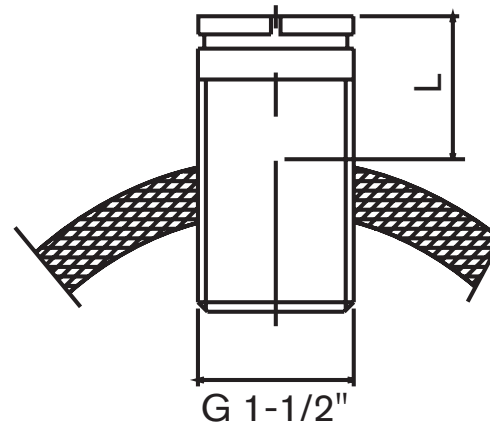

Fig. 2
- Enrosque el fitting de rosca en la tubería hasta alcanzar la longitud L (véase la Fig. 2, la tabla siguiente y la relativa a los factores K), correspondiente al DN de la tubería.